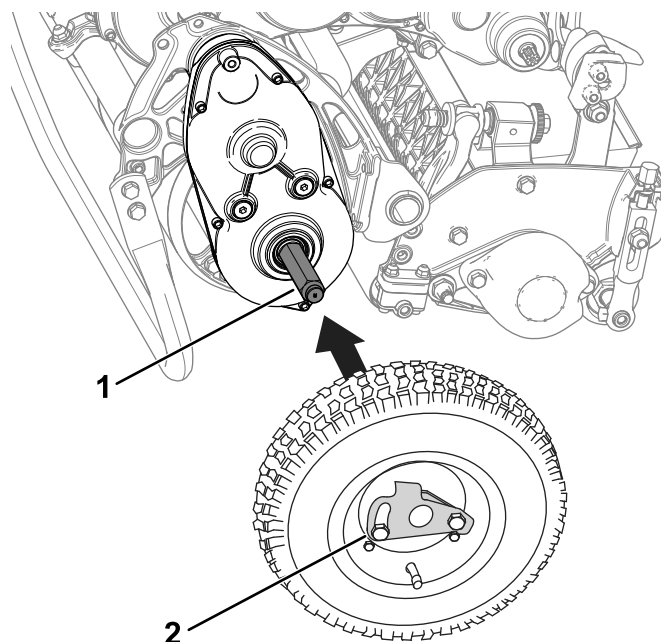

Figure 16
2. Glissez une roue sur un arbre (Figure 16).
3. Faites pivoter le clip de verrouillage (Figure 16) pour l'éloigner du centre de la roue et lui permettre de coulisser plus avant sur l'arbre.